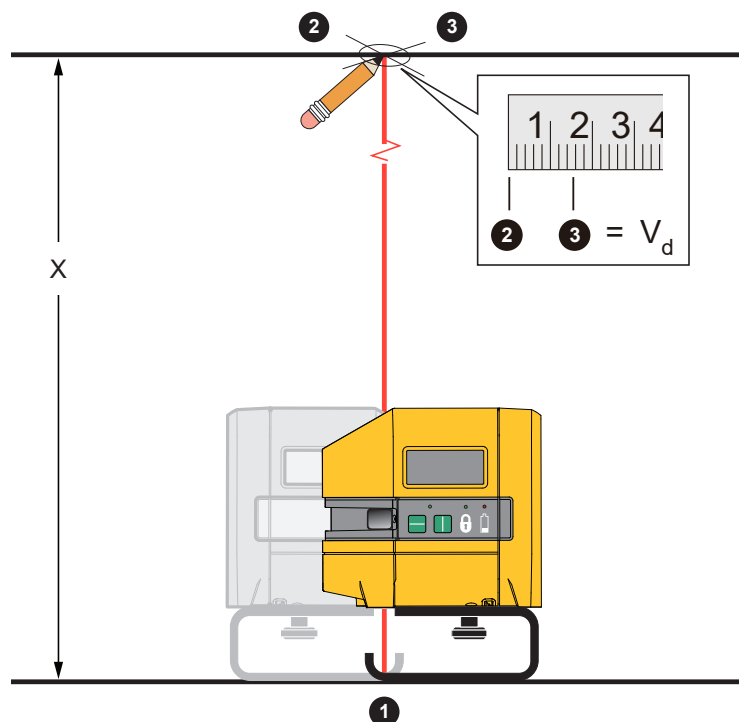

图 9. 垂直精度
2. 在场地底部做一个十字标记。①
3. 使向下的点激光处于十字标记两条轴线的中心位置。请参见图 9。